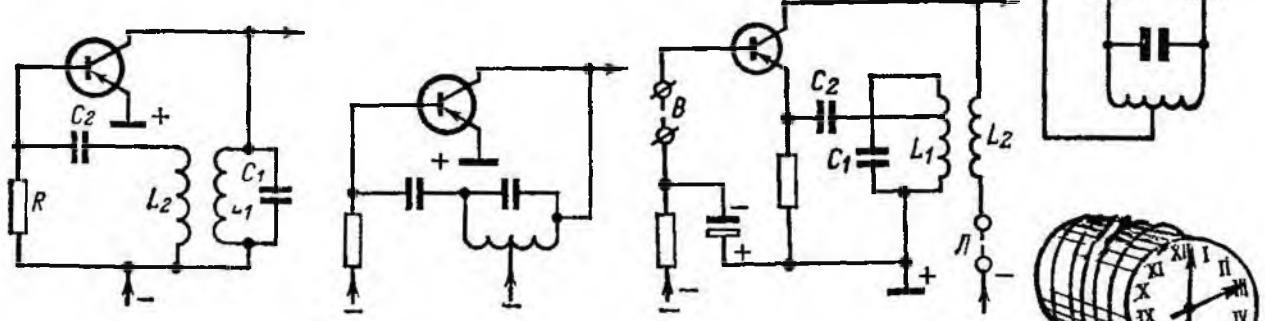

Рис. 124 Схема генератора с колебательным контуром в цепи коллектора и с катушкой обратной связи в цепи базы.
**Н.** — Если ты позволишь, то я попытаюсь составить одну простую схему гетеродина (рис. 124). Я включу настраивающийся контур в цепь коллектора; катушка  $L_1$  этого контура связана с катушкой  $L_2$ , сигнал с которой через конденсатор  $C_2$  подается на базу транзистора, а смещение базы обеспечивается резистором  $R$ . Будет ли моя схема генерировать?
**Ц.** — Вспомни схему индуктивной трехточки, транзисторный вариант которой я для тебя подготовил (рис. 125). Как ты видишь, на пути от коллектора к базе ток протекает по виткам катушки всегда в одном направлении. Примени это правило к изображенной тобой схеме (рис. 124). Если в катушке  $L_1$  ток, идя от коллектора к отрицательному полюсу, протекает по виткам в направлении движения часовой стрелки, то сделай так, чтобы в катушке  $L_2$  по пути от отрицательного полюса к базе ток протекал по виткам в этом же направлении.